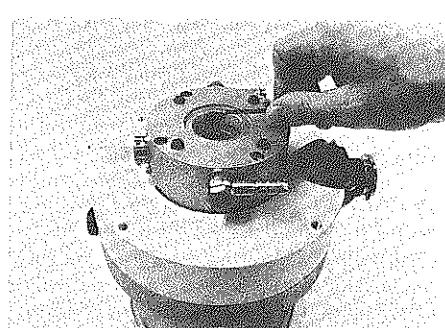

Fig. 18
- Spritzmutter 26 abschrauben (Links gewinde, SW3), Fig. 18.
- Unscrew splash nut 26 (left-hand thread, SW3), fig. 18.
- Dévisser l'écrou de barbotage 26 (filetage gauche, SW3; fig.18).